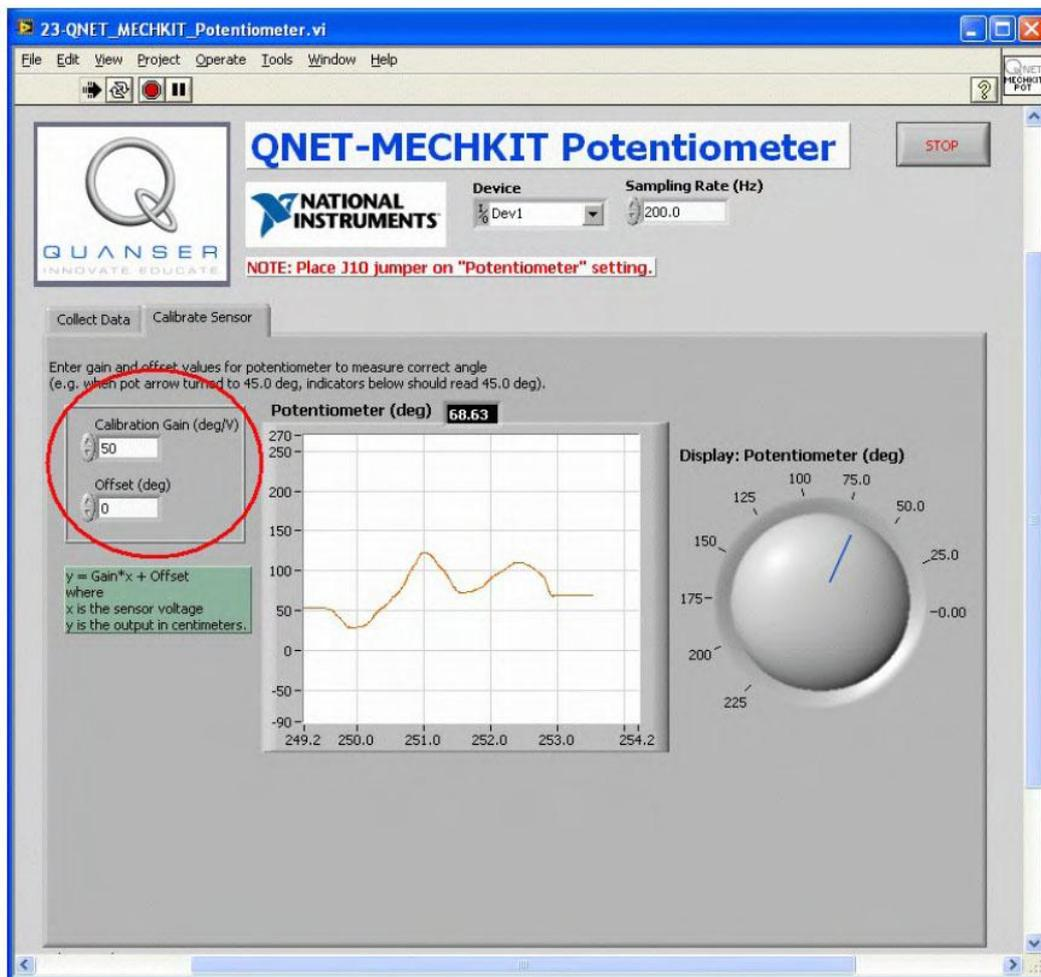

Рис. 38. Калибровка потенциометра.
2. Перейдите на закладку *Calibrate Sensor* и, введите в элементы управления *Calibration Gain* и *Offset* (см. ниже рисунок 38) такие значения наклона и смещения, чтобы правильно измерялся угол поворота. Убедитесь в правильности показаний датчика, например, при угле поворота 45 градусов индикатор *Display: Potentiometer (deg)* должен показывать 45 градусов.